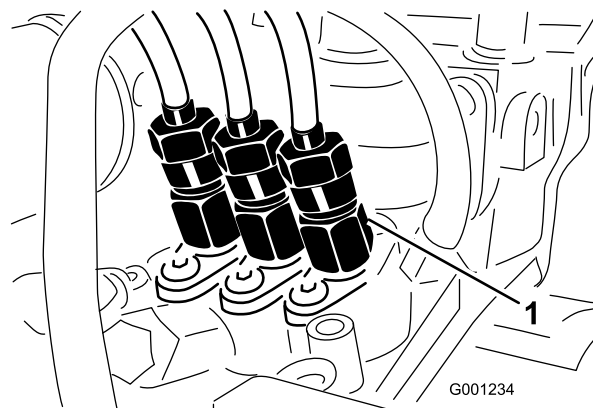

Figura 52
1. Liberte a tubagem que se encontra ligada ao injetor n.º 1 e à estrutura de suporte da bomba de injeção (Figura 52).